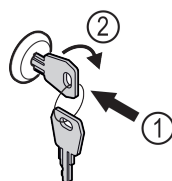

Fig. 172
- ▶ Vajutage võti sisse Fig. 172 (1).
- ▶ Keerake võtit 90° päripäeva Fig. 172 (2).